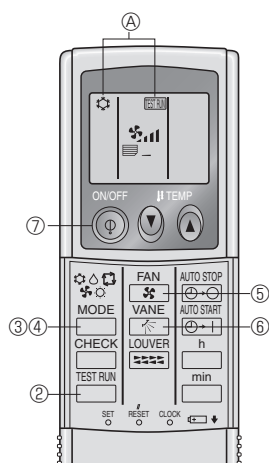

Fig. 7-5
7.2.2. Med trådlös fjärrkontroll (Fig. 7-5)